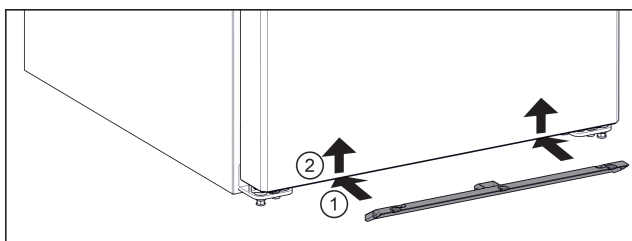

Fig. 5
- Spingere la zanzariera a pannello sotto l'apparecchiatura. Fig. 5 (1)
- Premere con entrambe le mani la zanzariera a pannello verso l'alto. Fig. 5 (2)